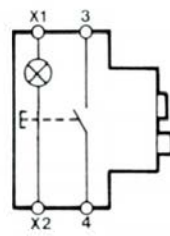

fig. 9 - 1 contact à fermeture + 1 voyant lumineux.
- 1 contact à fermeture (marche) + voyant lumineux : raccordement (fig. 9).